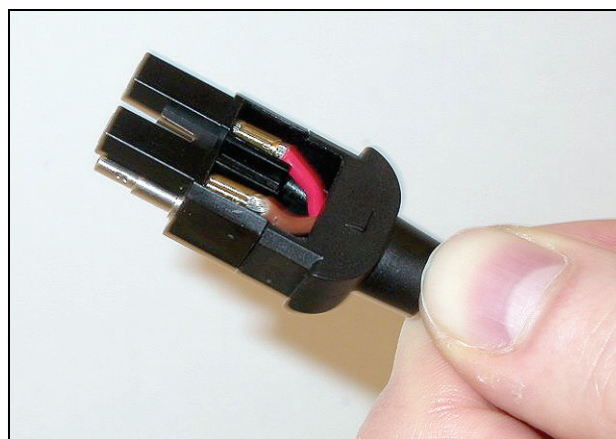

Abb. 29.34: Zusammenbau von Montageblock/ hinterem Gehäuse
- 29 Setzen Sie den Montageblock in das hintere Gehäuse (siehe Abb. 29.34)